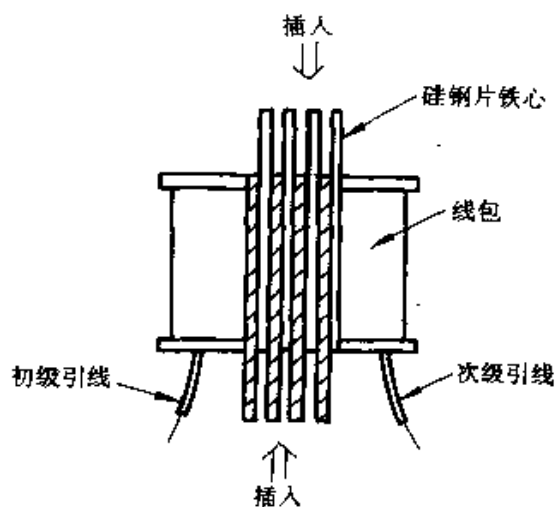

图 3-127
⑤ 接下来插入硅钢片铁心。应采用交错插装法,即将“E”形硅钢片上下交错插入线包框架内,如图 3-127 所示。所有“E”形硅钢片插完后,再将“I”形硅钢片插入。